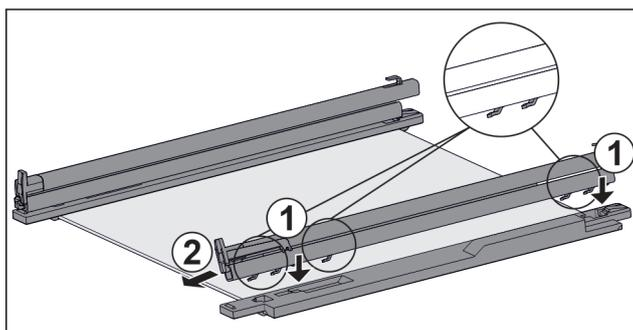

Fig. 132 Ripiano in vetro con guide e fermi
- ▶ Inserire il gancio della guida sulle aperture del **gancio** sinistro. *Fig. 132 (1)*
- ▶ Tirare la guida in avanti. *Fig. 132 (2)*
- ▶ Inserire il gancio della guida nelle aperture del **gancio** destro. *Fig. 132 (1)*